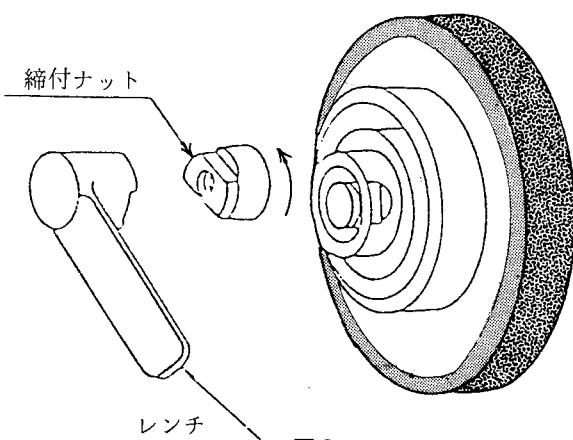

図 2-5
- ### (3) 砥石軸に締付けナットをねじ込み, ダイヤモンド砥石を軸に固定する(図2-5)。
(4) ねじ込み後、締付けナットにレンチをはめて木ハンマで軽くたたいて締付ける。